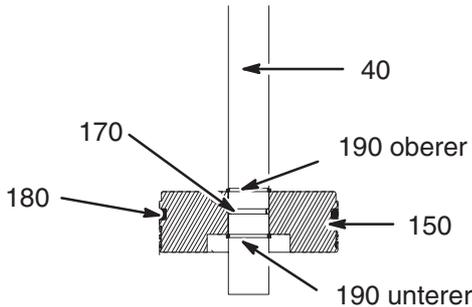

Abb. 22
11. Service am Kolben der Hebestange (Abb. 22):
- b. Den Kolben (150) von der Hebestange (40) nehmen und auf Beschädigungen oder Verschleiß untersuchen. Falls notwendig, durch einen neuen ersetzen.
- c. Die zwei alten O-Ringe ((170) und (180) in Abb. 22) innen und außen am Kolben entfernen. Die O-Ringe durch neue ersetzen.
- e. Den Kolben (150) zurück auf die Hebestange (40) geben. Den Kolben gegen den oberen Haltering führen.
- f. Den unteren Kolbenhaltering (190) wieder in der Rille zwischen dem Kolbenboden und dem Ende der Hebestange einrasten lassen.
12. Die Hebestange (40) wieder in ihren Zylinder einführen.